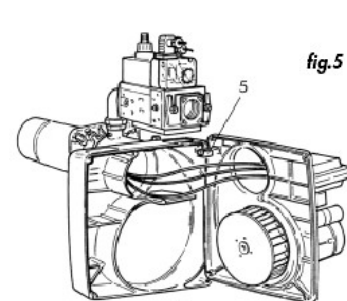

fig.5
- Установите пластину держателя узлов в рабочее положение 5 (рис. 5 – 5A).